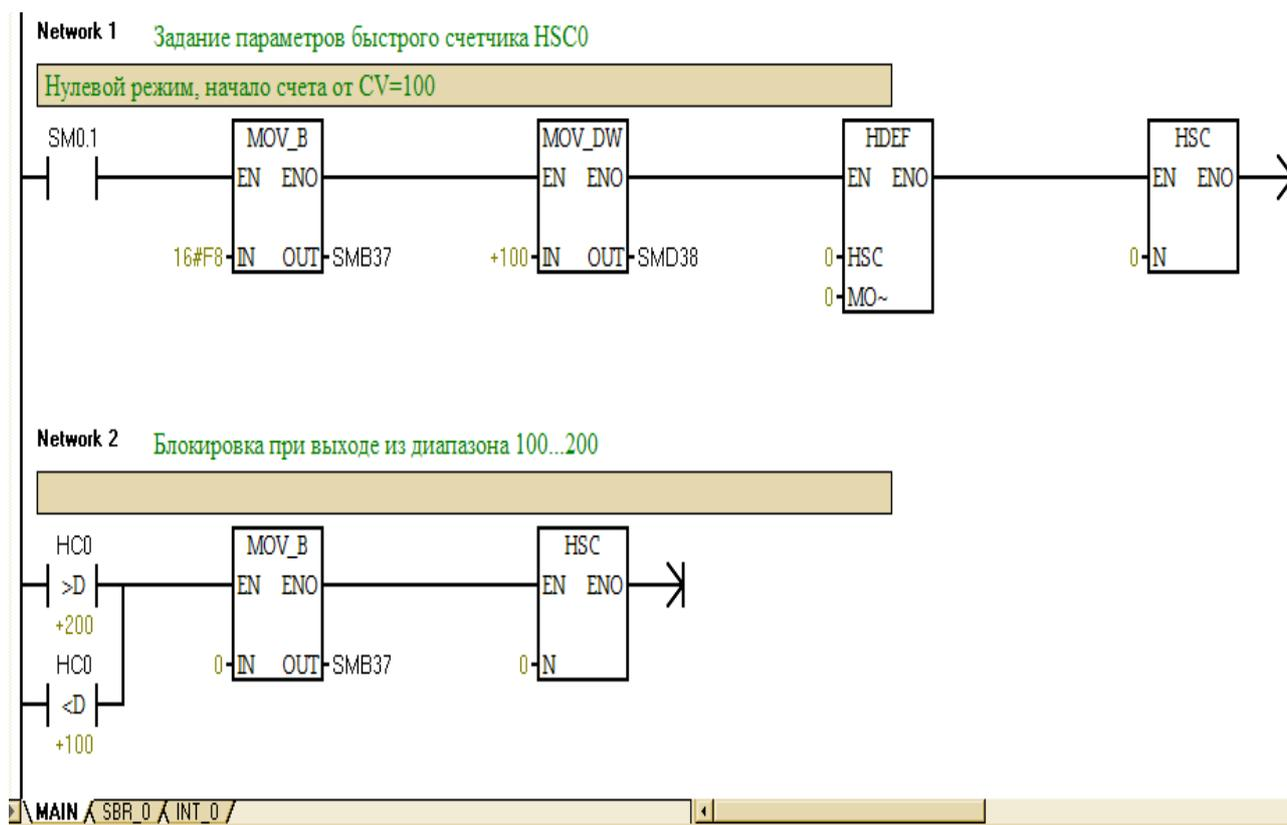
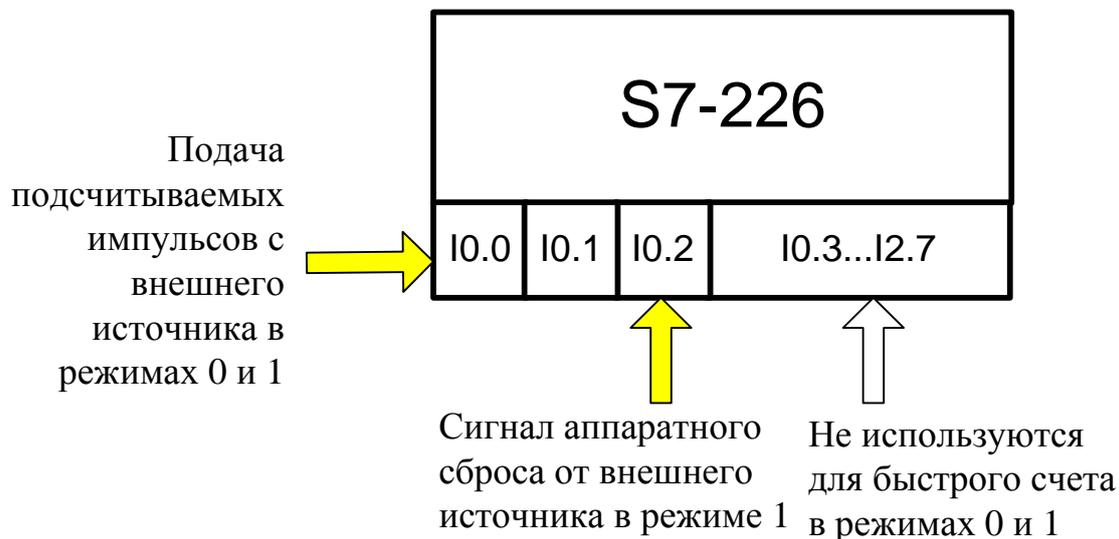

Рис. 4-8. Пример программирования быстрого счетчика HSC0 на режим 0
Рис. 4-11. Подача внешних сигналов на CPU для режимов 0 и 1 для HSC0
На рис. 4-8 приведен пример программирования быстрого счетчика HSC0 на 0 режим: счет начинается со значения 100, а когда текущее значение превысит 200, счет блокируется.
После запуска программы, данной на рис. 4-8, CPU, начиная со второго МЦ, выполняет только строку Network2 до тех пор, пока текущее значение быстрого счетчика не выйдет за пределы диапазона 100... 200. Изменение CV происходит по каждому переднему фронту на физическом входе CPU I0.0 – оно увеличивается на 1 с приходом каждого импульса (рис. 4-11) и фиксируется в области памяти HC0. Содержимое области SMD38 при работе программы не изменяется и по-прежнему сохраняет значение 100, заданное в Network1.
Для смены режима с 0 на 1 (что возможно, например, для CPU 221) в рассматриваемом примере нужно изменить параметр MODE блока HDEF с 0 на 1. CPU работает также, как в режиме 0 (рис. 4-11), но при подаче на физический вход CPU с адресом I0.2 (аппаратный сброс согласно таблице 4-5) текущее значение быстрого счетчика сбрасывается в ноль.
- 1) непосредственно в основной программе – так, как показано на рис. 4-8;